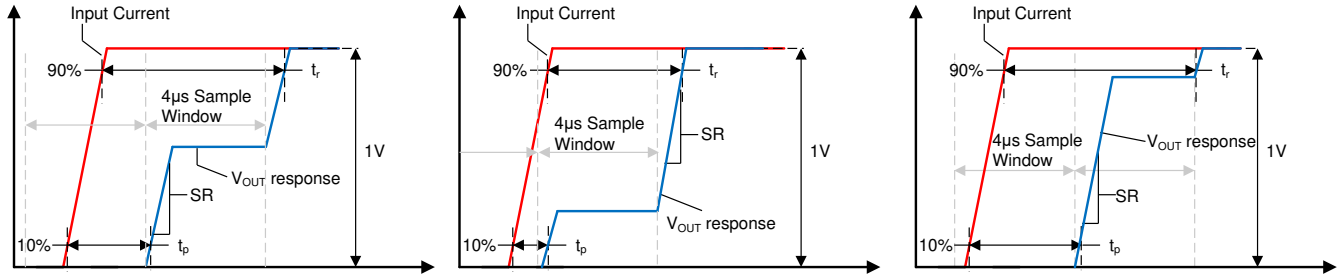

图 8-3. 小电流输入阶跃瞬态响应
压摆率 (SR) 定义为单个积分阶跃输出转换的 V_{OUT} 变化率，如图 8-3 所示。该器件通常需要两个采样窗口才能达到其最终值的 90% 完全稳定，因此该压摆率不等于完全输出摆幅的 10%-90% 转换时间。
传播延迟是输入电流波形达到其最终值的 10% 和 V_{OUT} 达到其最终值的 10% 之间的时长。该传播延迟在很大程度上取决于输入电流阶跃的对齐情况和 TMCS1101 的采样周期，如图 8-3 中几种不同采样窗口的情况所示。
响应时间是输入电流达到其最终值的 90% 和输出达到其最终值的 90% 之间的时长，这使输入电流阶跃足以在输出上引起 1V 转换。图 8-3 展示了 TMCS1101 在三种不同时间情形下的响应时间。除非在一个采样窗口开始时直接出现阶跃输入，否则响应时间将包括两个采样间隔。